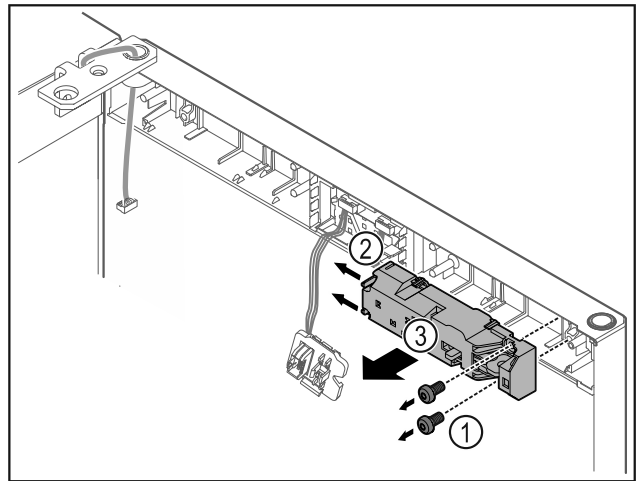

Fig. 20
- Odstraňte šrouby Fig. 20 (1).
- Nosy zářezky Fig. 20 (2) stlačte na stranu a sejměte dálkový zámek Fig. 20 (3).